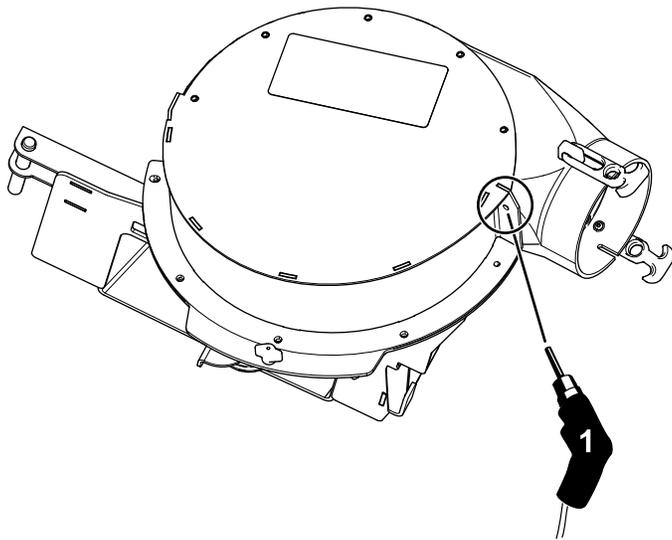

図 2
2. カバーを型紙として使って、フロアシュートに穴6.4 mmを1つ開ける 図 2。